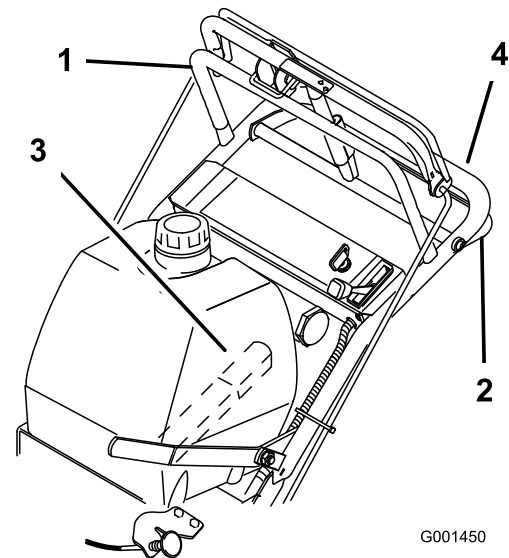
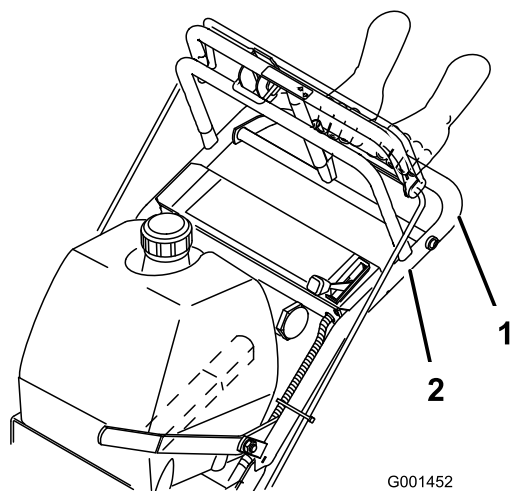

Figura 9
Figura 11
1. Para ir hacia adelante, mueva la palanca de cambios a una marcha hacia adelante (Figura 9).
3. Presione lentamente la barra de control superior para conducir hacia adelante (Figura 9).
Para ir recto, aplique la misma presión a los dos extremos de la barra de control superior (Figura 9).
Para girar, deje de empujar la barra de control superior del lado al que desea girar (Figura 9).
3. Apriete lentamente la barra de control inferior y el manillar inferior para conducir hacia atrás (Figura 9).
7. Al mismo tiempo, engrane la barra de control inferior y levante el manillar inferior para conducir la máquina por el bordillo (Figura 9 y Figura 10).
4. Al mismo tiempo, engrane la barra de control inferior y levante el manillar inferior (Figura 9 y Figura 11).